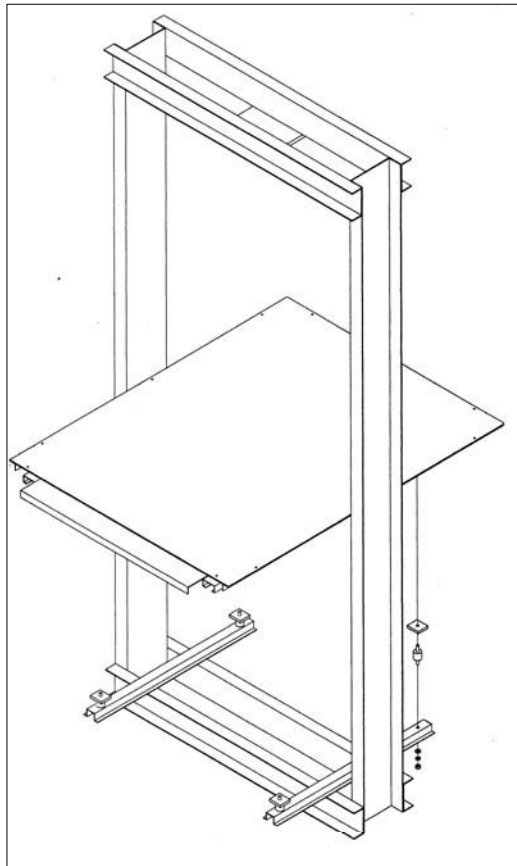
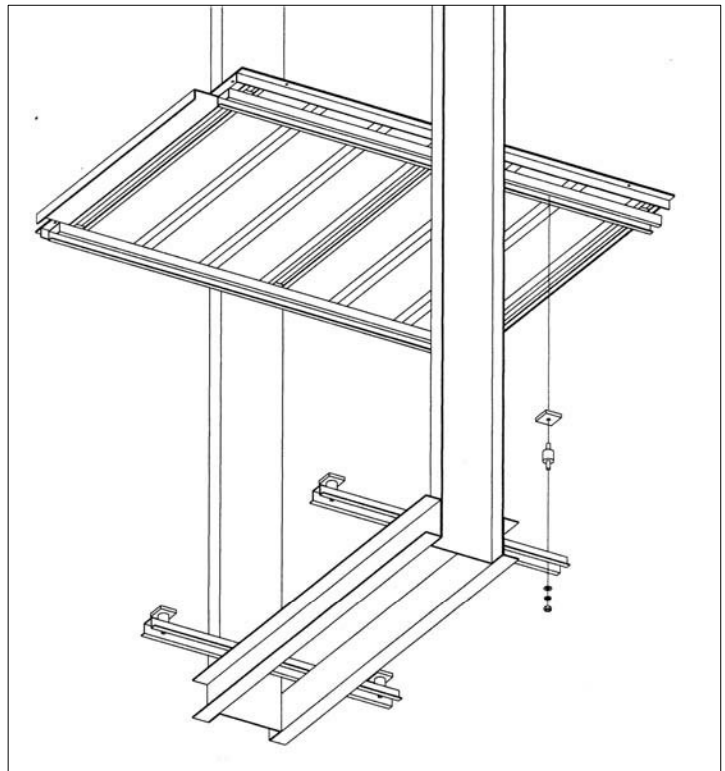

fig.1
fig.2
- Introdurre il fondo nel vano e posizionarlo sull'arcata come mostrato sulla fig.1 e fig.2.
- *Position the car floor on the car frames shown on fig.1 and fig. 2.*